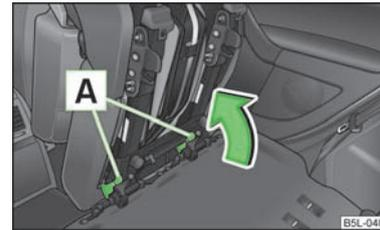

Abb. 52
- Den Sitz am Ende der Führung durch Drücken der Sitzverriegelungen **A** in Pfeilrichtung verriegeln » Abb. 52.
- › Ist der Sitz ausgebaut, dann ist dieser zuerst auf die Führung zu setzen und zu verriegeln » Abb. 52. Durch Hochziehen sicherstellen, dass der Sitz richtig verriegelt ist.